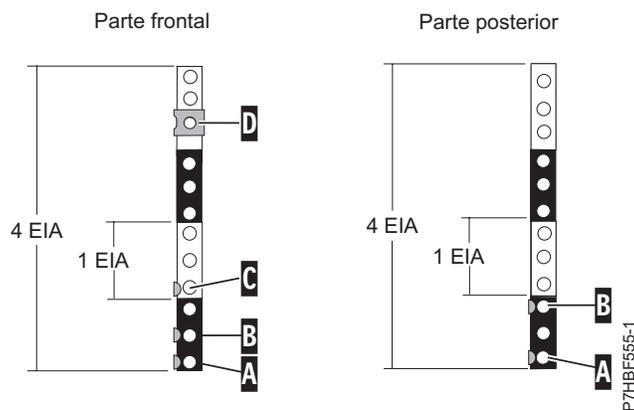

Figura 3. Señalización de orificios en la parte frontal y posterior del bastidor
1. Con la parte frontal del bastidor orientada hacia usted y comenzando por el lado derecho, localice la unidad EIA inferior utilizada por la unidad de expansión. Tome nota de la ubicación de EIA. Utilice cinta, un rotulador o lápiz para marcar el orificio inferior de esta unidad EIA como **A**, tal como se muestra en la Figura 3. Marque el bastidor de forma que la marca también se pueda ver desde la parte posterior del bastidor.
2. Comenzando con el orificio identificado con la marca **A**, cuente un orificio y haga una segunda marca, **B**. Marque el bastidor de modo que la marca también pueda verse desde la parte posterior del mismo, tal como se muestra en la Figura 3.
3. Empezando por el orificio identificado por la marca **B**, desplácese dos orificios hacia arriba y haga una tercera marca **C**, tal como se muestra en la Figura 3.
4. Para instalar el clip de tuerca, empezando por el orificio identificado por la marca **C**, desplácese seis agujeros hacia arriba y coloque una cuarta marca **D**. Instale el clip de tuerca en la ubicación **D**, tal como se muestra en la Figura 3.
8. Empezando por el orificio identificado por la marca **A**, desplácese dos agujeros hacia arriba y coloque una segunda marca **B**, tal como se muestra en la Figura 3 en la página 5.